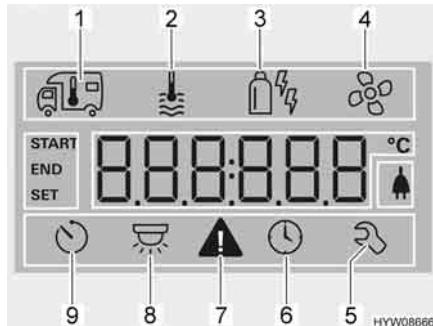

Fig. 122 Display
- Ruotare la manopola/il pulsante (Fig. 121,6), finché il simbolo del menu del riscaldamento (Fig. 122,1) lampeggia.
- Ruotare la manopola/il pulsante (Fig. 121,6), finché il simbolo del menu relativo alla modalità di funzionamento (Fig. 122,3) lampeggia.
- Ruotare la manopola/il pulsante (Fig. 121,6), finché il simbolo del menu delle ventole (Fig. 122,4) lampeggia.
- Ruotare la manopola/il pulsante (Fig. 121,6), finché il simbolo del menu del timer (Fig. 122,6) lampeggia.
- Premere la manopola/il pulsante. Il timer è attivato. Il simbolo del timer (Fig. 122,6) lampeggia quando il timer è programmato e attivo.
In caso di avviso, il relativo simbolo lampeggia (Fig. 122,7). Il riscaldamento rimane in funzione. Se si tratta solo di un guasto temporaneo, il simbolo di avvertimento si spegne autonomamente.